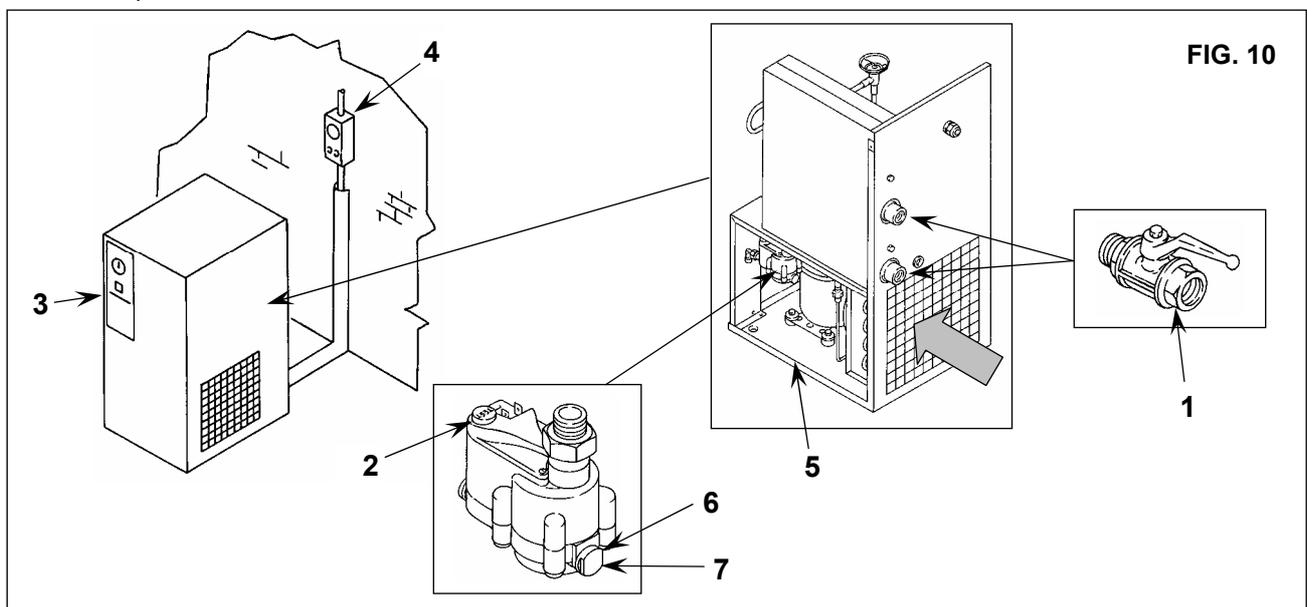

FIG. 10
15.2 LIMPEZA DO FILTRO DO DRENO AUTOMÁTICO DE CONDENSADO (Fig. 10)
- Fechar as válvulas Ref. 1 Fig. 10
- Libere a pressão no secador pressionando a tecla "TEST" descarga de condensado localizada no coletor de condensado Ref. 2 Fig. 10.
- Desligar a máquina pressionando o botão "STOP" Ref. 3 Fig. 10
- Abrir o interruptor automático diferencial de alimentação Ref. 4 Fig. 10
15.3 LIMPEZA DO CONDENSADOR (Fig. 10)
- Desligar a máquina pressionando o botão “STOP” Ref. 3 Fig. 10
- Remover os painéis Ref. 5 Fig. 10
- Limpar as aletas do condensador (Fig. 10) com ar comprimido, **NÃO USAR ÁGUA OU SOLVENTES**
- Fechar os painéis Ref. 5 Fig. 10